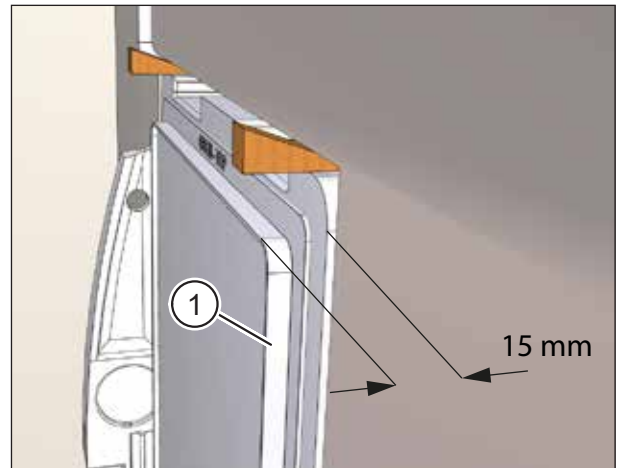

Abb. 23: Putzrahmentiefe 15 mm
Die Putzrahmentiefe beträgt 15 mm (siehe Abb. 23).
- ▶ Ist die Innenwand nicht lotrecht oder nicht eben, richten Sie die Frontfläche des Putzrahmens (Pos. 1 in Abb. 23) parallel zu einer senkrecht verlaufenden Putzschiene aus.